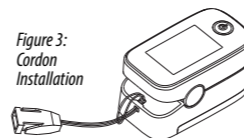

Figure 3:
A. Passez l'extrémité la plus fine de la longe à travers le trou de suspension; B. Faites passer l'extrémité la plus épaisse de la longe dans l'extrémité la plus fine et serrez la longe (Figure 3) ->